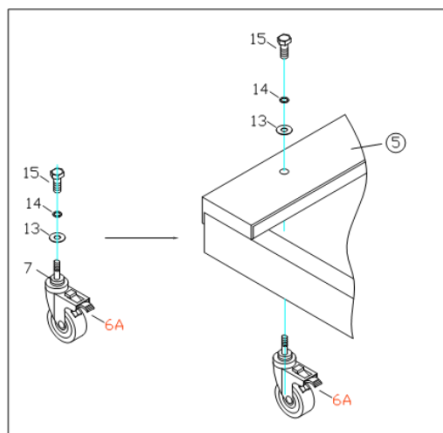

Fig. 2
Paso 2 (Fig.2):
Coloque dos arandelas (7#) en el pasador del volante (6A#) y póngalas a través del orificio previsto para ello en el bastidor (5#). Ensamble la arandela (13#), la arandela elástica (14#) y el tornillo (15#) siguiendo el orden de la fig. 2 y apriete el tornillo (15#).